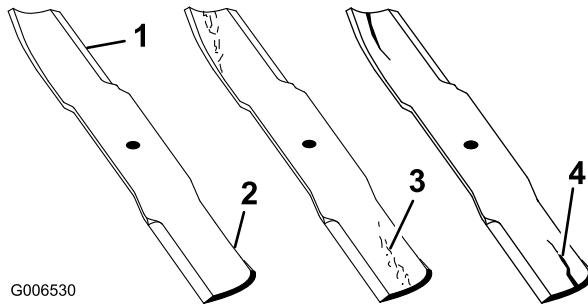

Bild 22
2. Prüfen Sie die Schnittkanten des Messers sorgfältig, insbesondere dort, wo die geraden Flächen die gebogenen berühren (Bild 22). Da Sand und anderes reibendes Material das Metall abschleifen kann, das die flachen mit den gebogenen Teilen verbindet, müssen Sie das Messer vor jedem Einsatz der Maschine prüfen. Tauschen Sie das Messer aus, wenn Sie eine Abnutzung feststellen (Bild 22); siehe Entfernen des Schnittmessers“.
Wenn sich das Messer abwetzen kann, bildet sich ein Schlitz zwischen dem Windflügel und dem flachen Teil des Messers (Bild 22). Zuletzt kann sich ein Stück des Messers lösen und aus dem Gehäuse herausgeschleudert werden. Das kann zu schweren Verletzungen bei Ihnen selbst und Unbeteiligten führen.